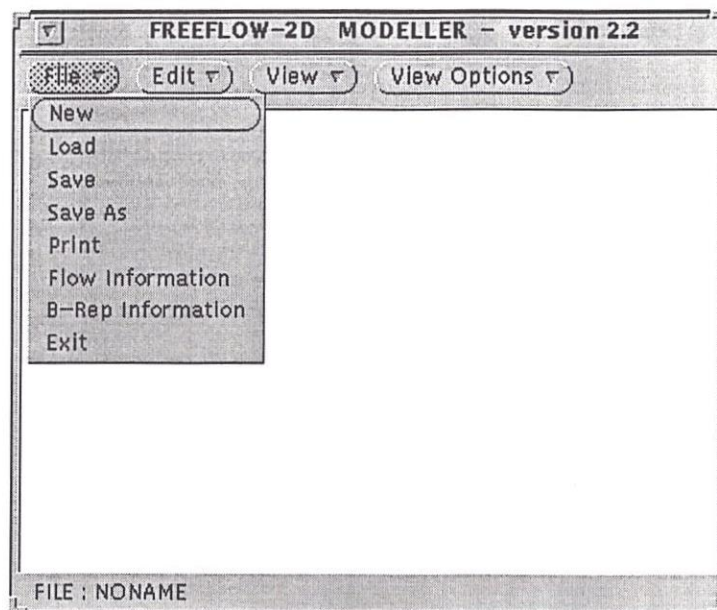

Figura 1.2: Opções do *File*
- *File*: o botão *File* possui oito opções, como mostra a figura 1.2.